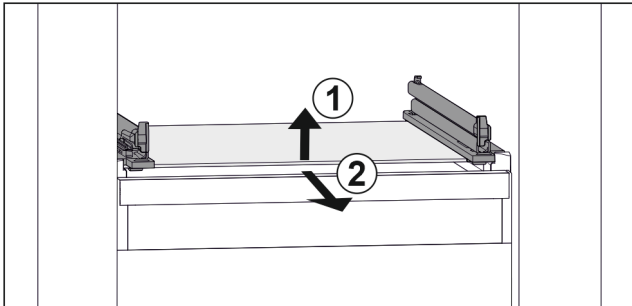

Fig. 83 Beispielhafte Darstellung der Glasplatte
- ▶ Glasplatte vorne anheben. Fig. 83 (1)
- ▶ Glasplatte nach vorne entnehmen. Fig. 83 (2)